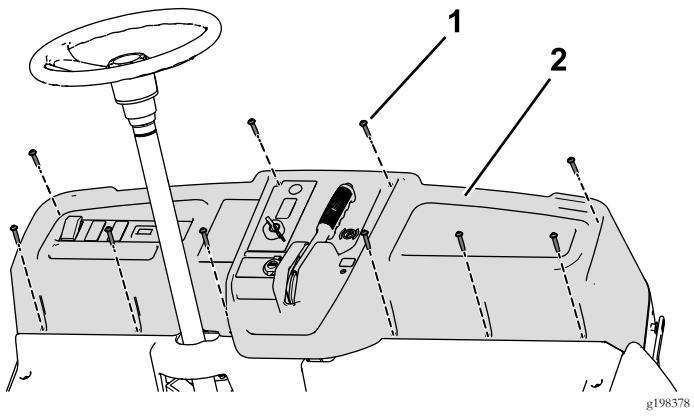

Рисунок 62
- Выверните 10 винтов (1/4 x 1 1/4 дюйма), чтобы частично снять приборную панель, и отсоедините стояночный тормоз (Рисунок 62).